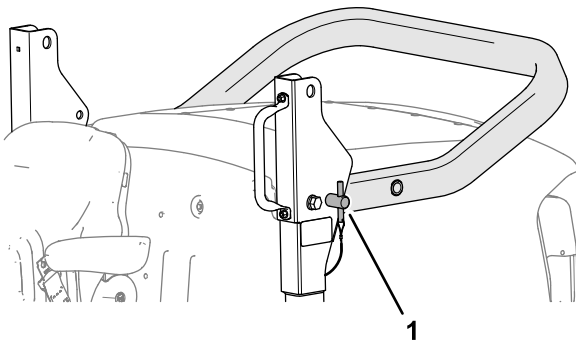

Figura 22
2. Retire los pasadores de la barra antivuelco de los soportes de giro (Figura 22).